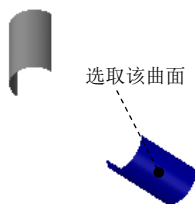

图 5.3.55 定义第二个熔接原始曲面
(2) 选取图 5.3.55 所示的曲面为第二个熔接原始曲面，此时在延伸曲面上出现“箭头”，拖动鼠标，将“箭头”移动到图 5.3.56 所示的位置单击鼠标，完成第二个熔接原始曲面和